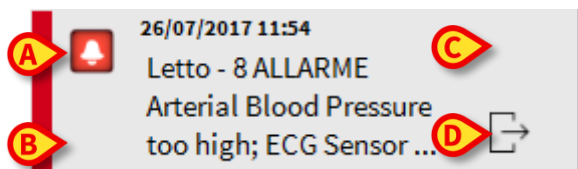

Fig 77
Ogni notifica riporta le seguenti informazioni (Fig 77):
- Un'icona che caratterizza il tipo di messaggio (Fig 77 **A**)
- Un'icona che caratterizza la categoria del messaggio (Fig 77 **B**)
- Un pulsante di "Acknowledge", che permette di indicare la presa in carico della notifica (Fig 77 **C**)
- Un pulsante che permette di accedere alla schermata di dettaglio del letto cui la notifica si riferisce (Fig 77 **D**).